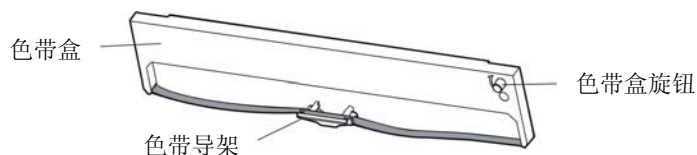

图 2-7 色带盒
5. 取出色带盒，将有旋钮的一面朝向自己，按箭头方向旋转色带盒旋钮，以便于安装（如图 2-7 所示）。